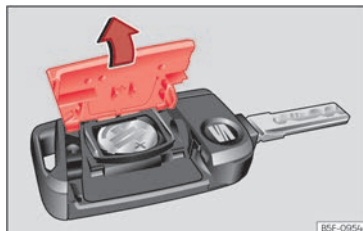

Abb. 46 Fahrzeugschlüssel: Deckel des Batteriefachs öffnen.
- Abdeckung auf der Rückseite des Fahrzeugschlüssels in Pfeilrichtung abnehmen »» (Abb. 46) , »» ①.